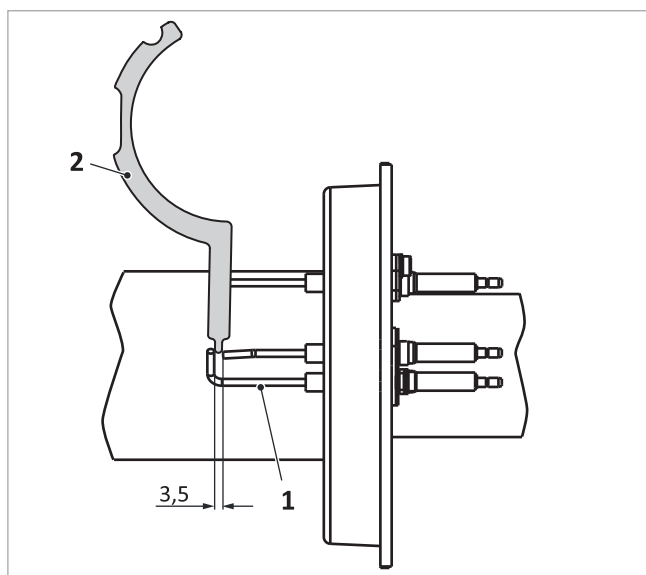

Abb. 138: Abstand Elektrode zur Masse an der Zündelektrode
1. Abstände der Ionisationselektrode mit Hilfe einer Elektrodenlehre → Abb. 138 (2) überprüfen (ggf. durch vorsichtiges Biegen korrigieren).
- Elektroden untereinander → Abb. 138 (1): 3,5 mm